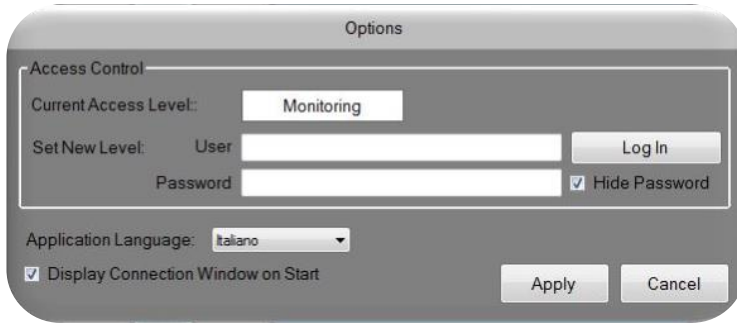

Figura 7
- 5 Nella finestra **Options** che si aprirà (vedi Figura 7), selezionare **Italiano** alla voce **Application Language** e cliccare su **Apply**.